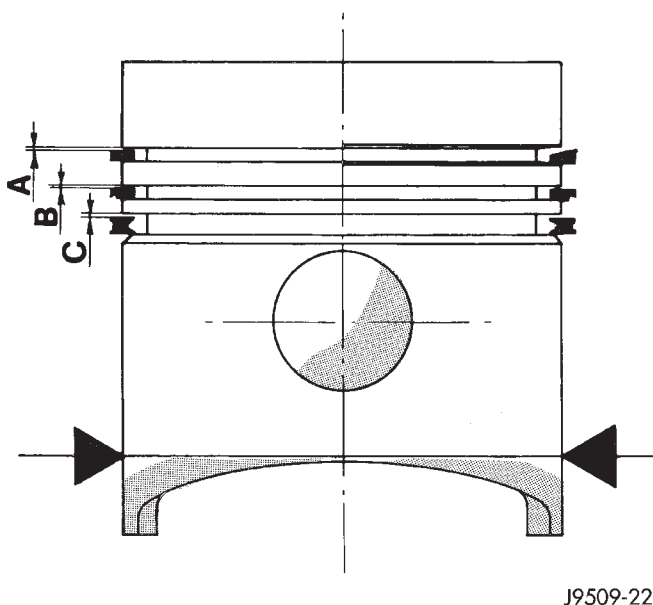

Fig. 57 Luz del aro de pistón a la acanaladura
(1) Limpie el hueco del cilindro. Introduzca el aro y empújelo hacia abajo con el pistón para asegurarse de que esté recto dentro del hueco. La medición del entrehierro del aro debe realizarse con el aro situado a un mínimo de 12 mm (0,50 pulg.) de la parte inferior del hueco del cilindro. Compruebe el entrehierro con un calibrador de espesor. Entrehierro de aro de compresión superior de 0,25 a 0,50 mm (0,0098 a 0,0196 pulg.). Entrehierro de segundo aro de compresión de 0,25 a 0,35 mm (0,0098 a 0,0137 pulg.). Entrehierro de aro de control de aceite de 0,25 a 0,58 mm (0,0098 a 0,0228 pulg.).
(2) Si los entrehierros de los aros superan los valores dados, deberán instalarse nuevos aros o camisas de cilindros. Mantenga los aros de pistón en juegos de pistones.
(3) Compruebe la luz del aro de pistón a la acanaladura. (Fig. 57) Entrehierro de aro de compresión superior de 0,08 a 0,130 mm (0,0031 a 0,0051 pulg.). Entrehierro de segundo aro de compresión de 0,070 a 0,102 mm (0,0027 a 0,0040 pulg.). Entrehierro de aro de control de aceite de 0,040 a 0,072 mm (0,0015 a 0,0028 pulg.).